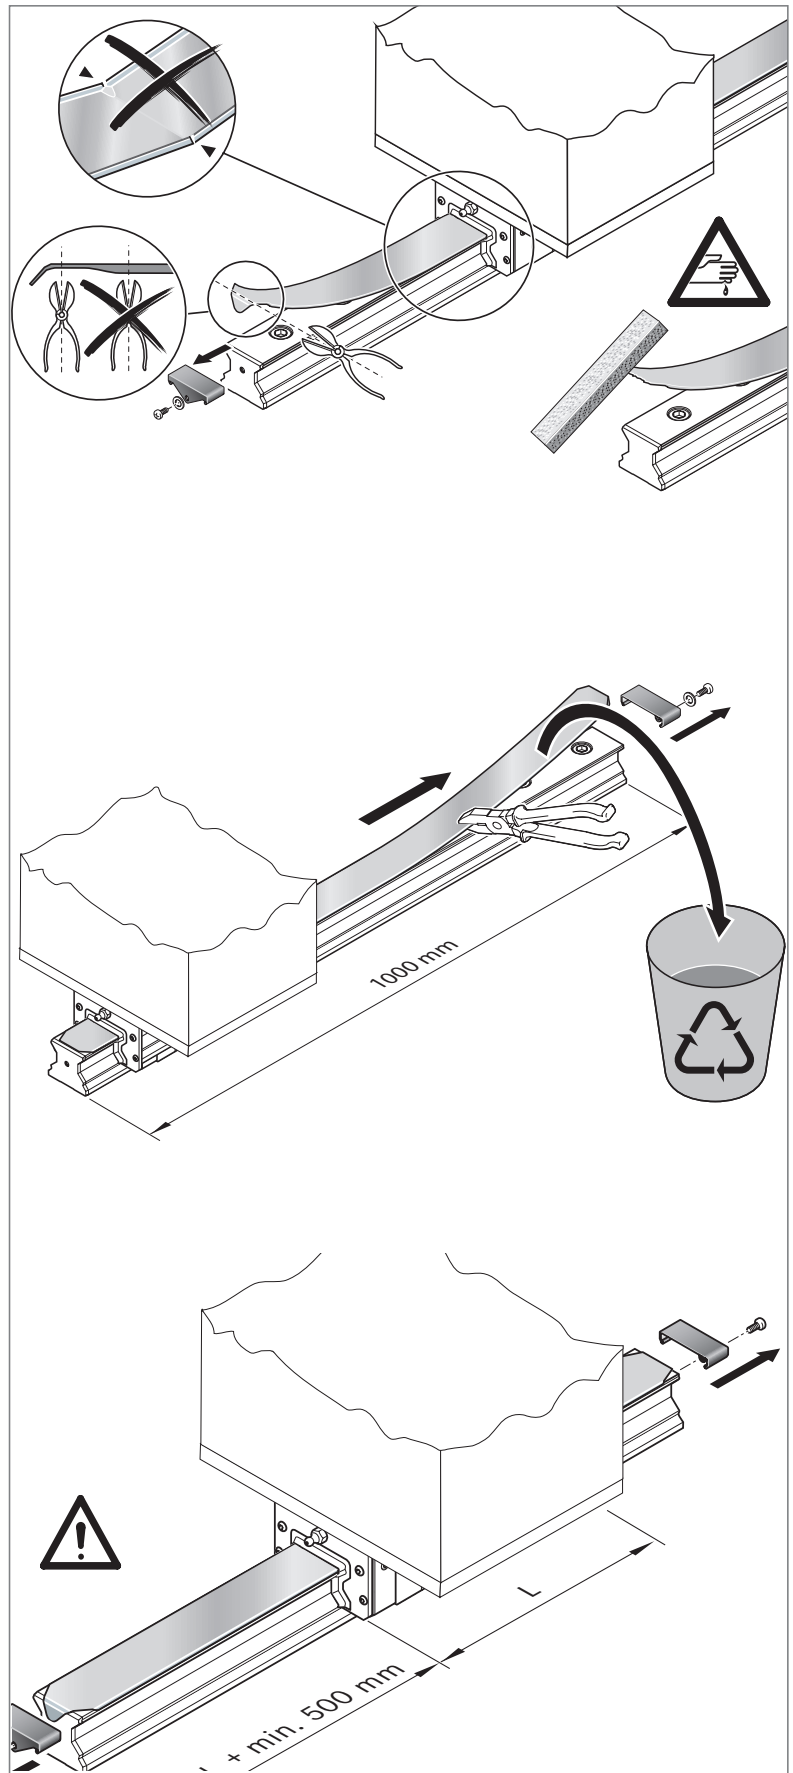

Fig. 41: Démontage de la bande de protection à siège fixe
- ▶ Découper la languette. ➡ Fig. 41